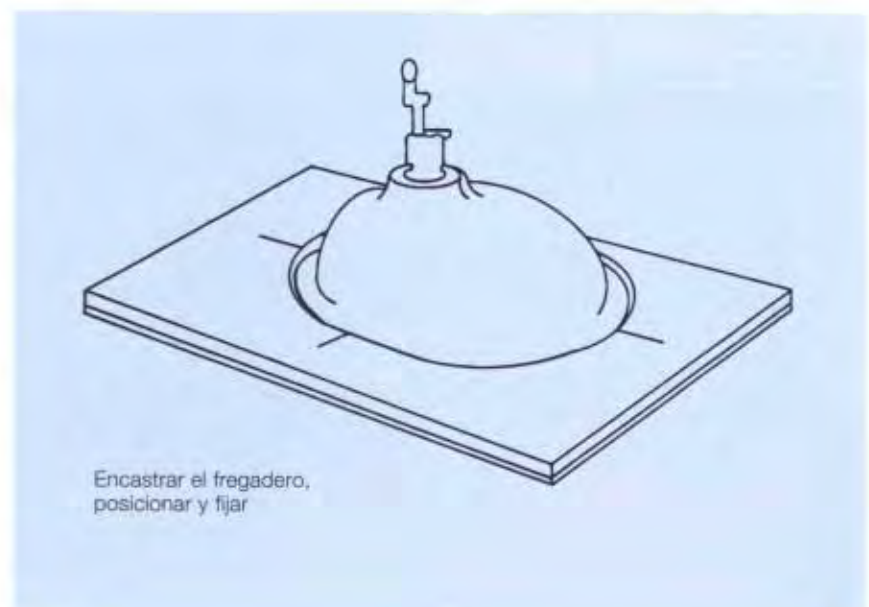

Fig. 16
**Atención:** ¡Una vez limpiadas, las superficies a pegar ya no deben tocarse con los dedos para evitar pegados defectuosos con la consecuencia de tensofisuraciones! Aplicar una cantidad suficiente del pegamento acrílico RAUSOLID-2K en el color correspondiente sobre el borde de la pieza moldeada, posicionar la pieza moldeada y fijarla (Fig. 16). El tiempo de endurecimiento del pegamento es de aprox. 45 min. (a 18°C).